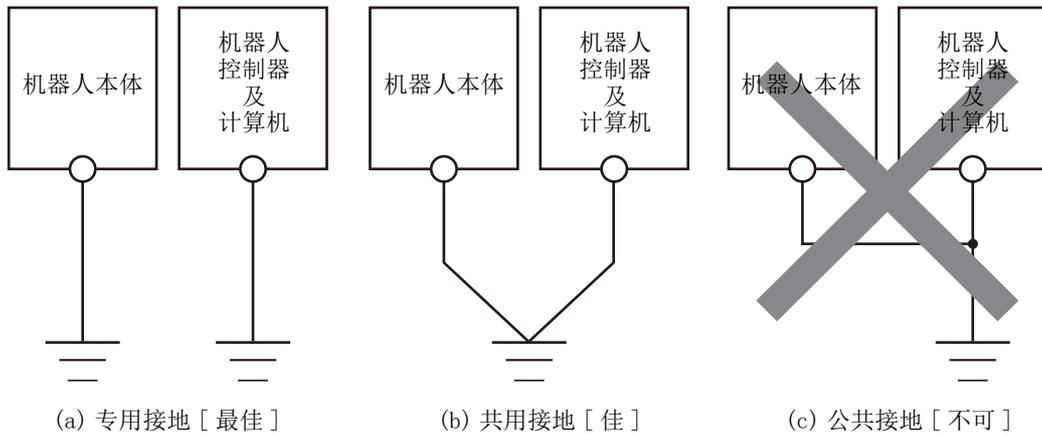

图 2-5：接地方式
- 1) 接地方式有如图 2-5 所示的 3 种方法，机器人本体及机器人控制器应尽量采用专用接地（图 2-5 的 (a)）。（关于机器人控制器的接地，请参阅“另一手册：使用说明书 / 从控制器安装及基本操作到维护”。）